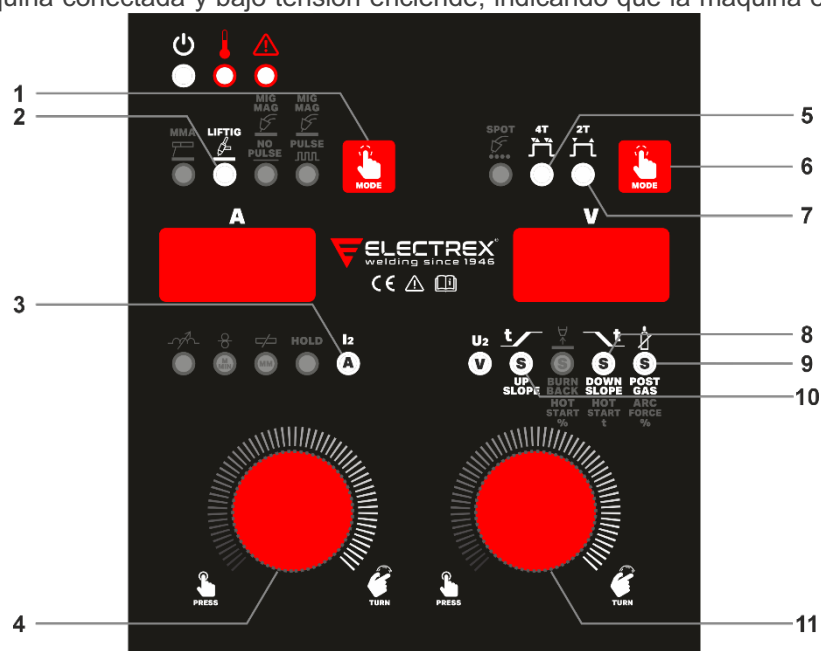

Fig 10.
- Seleccionar el modo de soldadura TIG presionando la tecla 2 (Fig.10) hasta que el LED 2 (Fig.10) se encienda.
8.4.1. Parámetros en soldadura LIFTIG (ver Fig.10)
- Seleccione el modo de la antorcha presionando la tecla 6 (Fig. 10) hasta que el LED 5 (Fig.10) quede en el modo de antorcha 4T o el LED 7 (Fig.10) para el modo de antorcha 2T.